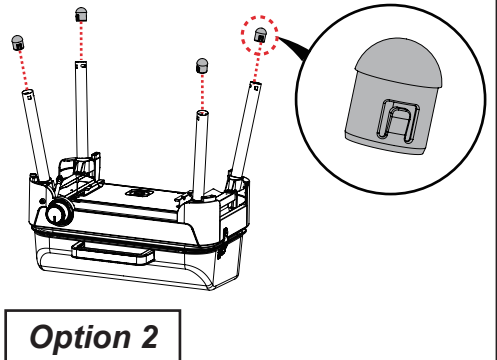

Fig. 3
3. Mettre en place le bac à graisse et la grille cuisson (Fig. 3 & 4).